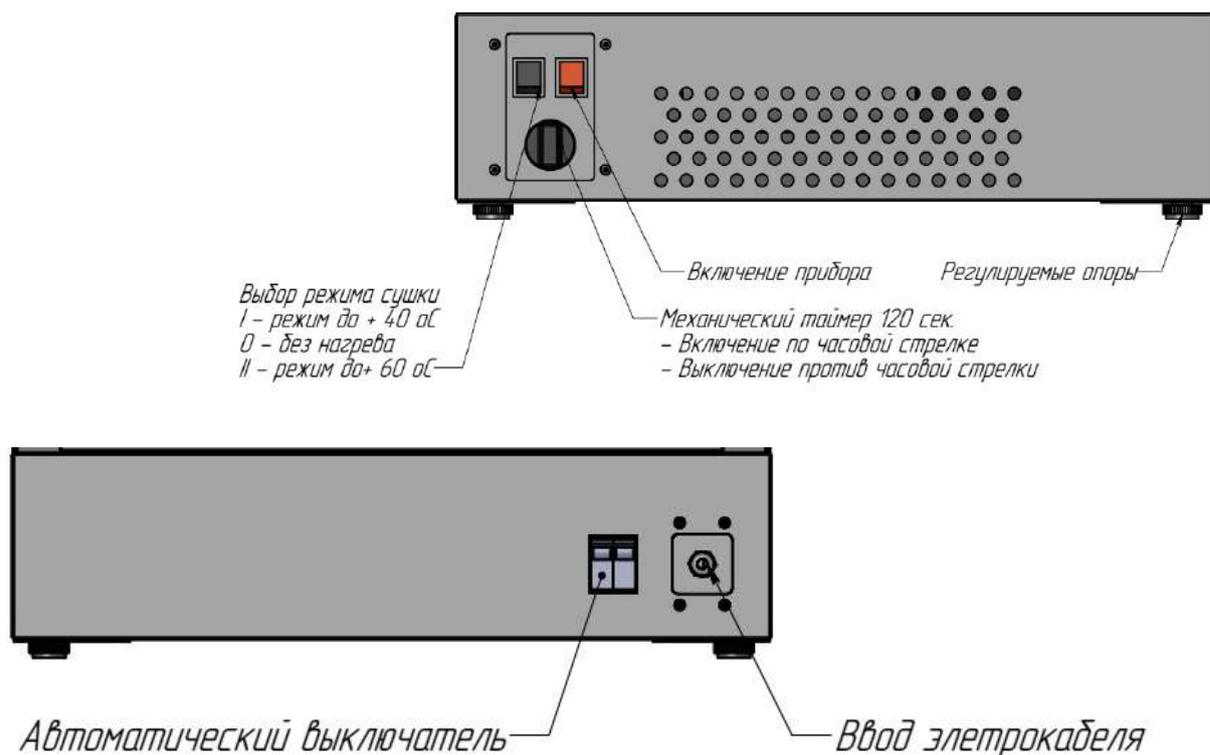

Рис. 18
5.1 Органы управления обозначены на рис. 18.